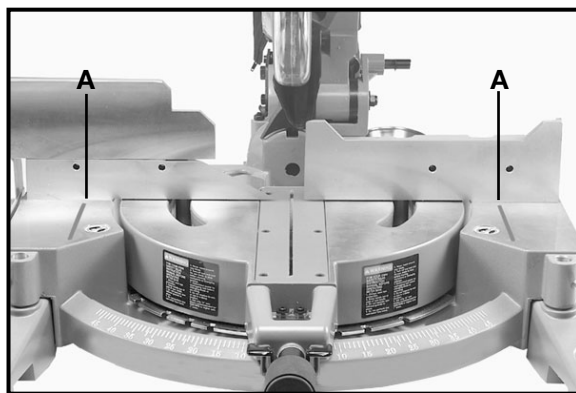

Fig. 17
**AVERTISSEMENT : LA ZONE À L'INTÉRIEUR DES DEUX LIGNES ROUGES (A) FIG. 17 SUR LA TABLE EST DÉSIGNÉE COMME ZONE DANGEREUSE. NE METTEZ JAMAIS LES MAINS À L'INTÉRIEUR DE CETTE ZONE LORSQUE L'OUTIL EST EN MARCHÉ.**